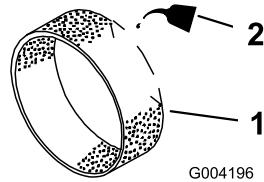

Figura 18
3. Applicate circa 30–60 ml d'olio sul prefiltro (Figura 18).